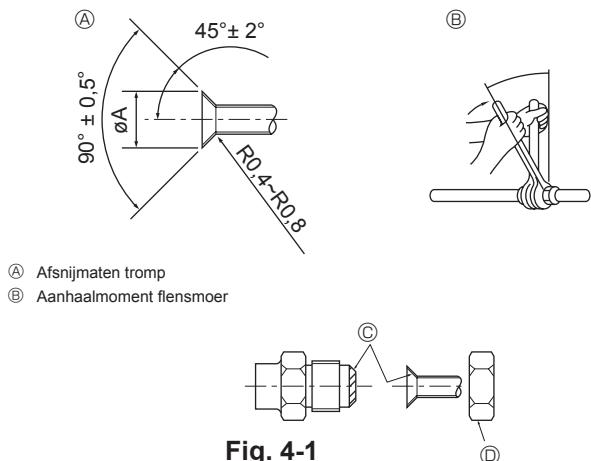

Fig. 4-1
① (Fig. 4-1)
② (Fig. 4-1)
4.2. Aansluiten van de pijpen (Fig. 4-1)
- Doe een dun laagje koelmachineolie op de leiding en het aansluitingsoppervlak voordat u de "flare"-moer vastdraait. ①
- Draai met gebruik van twee pijptangen de aansluitende leidingen vast. ②
- Breng koelolie aan op de aansluitingsoppervlakken. ③
- Gebruik de flensmoeren voor de volgende pijpfafmetingen. ④